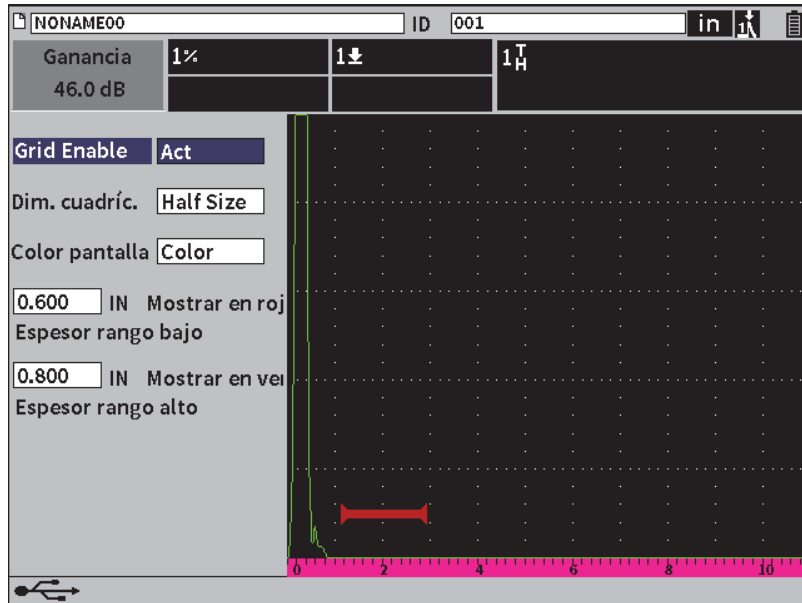

Figura 9-25 Cuadro de diálogo Cuadrícula
4. Pulse la tecla ENTRAR para abrir el cuadro de diálogo **Cuadríc.** (vea la Figura 9-25 en la página 155).